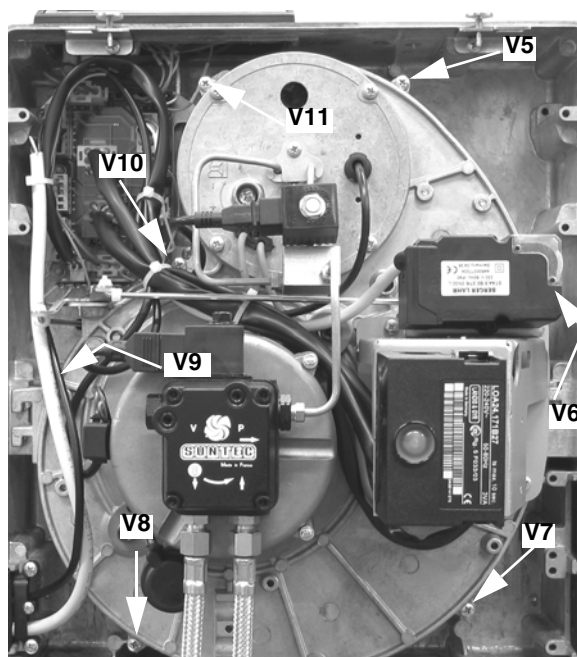

Fig. 44
- Demontati cele 7 suruburi **V5 - V11** care fixeaza componentele de pe sasiu (Fig. 44).
- Remonati sasiul componentelor arzatorului si strangeti cele 6 suruburi **V5 - V11** (Fig. 44).